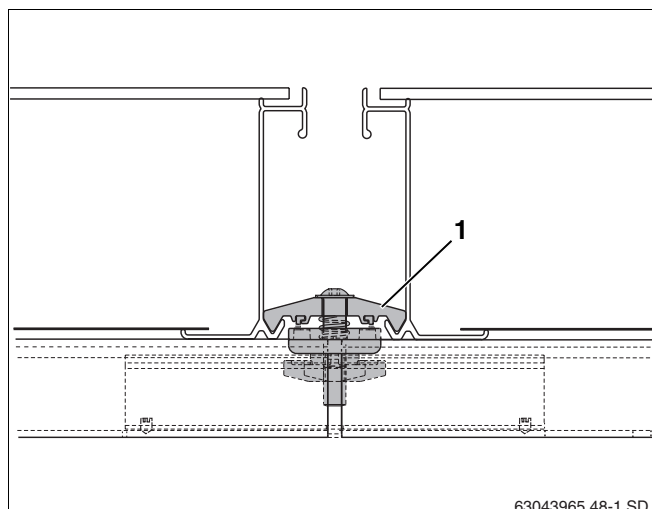

Fig. 47 Tensor bilateral entre dos colectores
El elemento de sujeción (fig. 47, **pos. 1**) del tensor del colector queda enganchado en los bordes inferiores del colector.